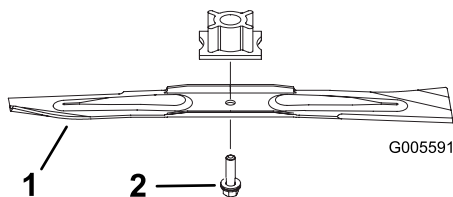

Figure 25
2. Enlevez le boulon de lame et la lame (Figure 25).